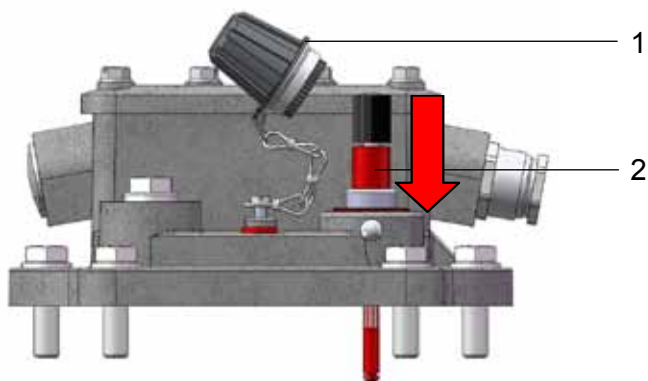

Bild 6 - Prüftaste niederdrücken
- Hutmutter (Bild 6/ Nr. 1) abschrauben
- Prüftaste (Bild 6/ Nr. 2) bis zum Anschlag niederdrücken und anschließend loslassen (die Stauklappe wird dadurch in die Ansprechlage gebracht)